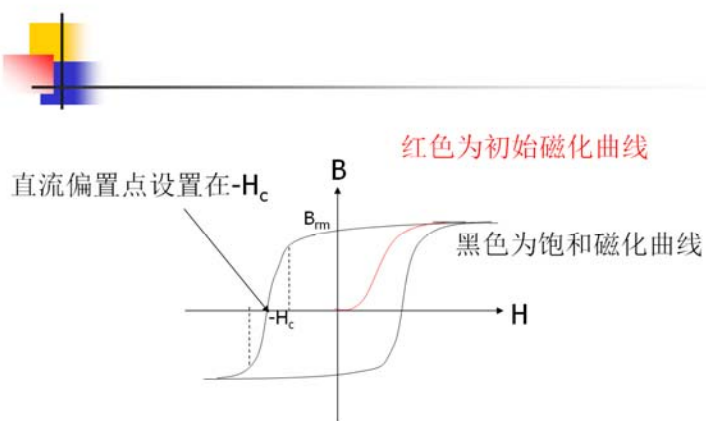

Fig.133 双极磁记录法。
2) 双极记录法：使用强磁场使介质正向饱和磁化，在介质中留下最大剩磁。然后，利用磁滞回线的反向过零点的线性段进行磁记录。如图133所示。磁头上施加电流为： $-I_c+i(t)$ ，前者为直流偏置电流。它产生的磁场刚好克服矫顽力。